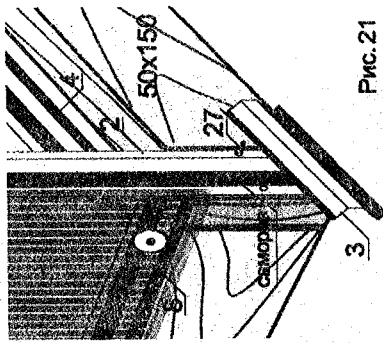

Рис. 21
8.3.2. Возьмите две доски длиной не менее длины теплицы и две 3м. Длинные доски приложите снаружи теплицы к удлинениям №2, с внутренней стороны теплицы карандашом отметьте на досках места расположения удлинений №2. По отметкам на досках сделайте пропилы на ширину профиля (прим. 15мм). глубиной не более высоты профиля (прим. 15мм). Стамеской сделайте пазы в местах пропила, обработайте доску антисептиком, установите доски с внутренней стороны теплицы и закрепите удлинения №2 к доскам с наружной стороны саморезами м4x32-40 (см. рис.21).
Внимание! Перед креплением досок 50x150 к удлинениям №2, сначала установите на удлинения винты крепления стяжных лент №27 (см. рис.21) и отсооридните деталь усилителя арки №19 от удлинения №2. После крепления досок 50x150 к удлинениям №2, присоедините к доскам на саморезы Деталь усилителя №19.